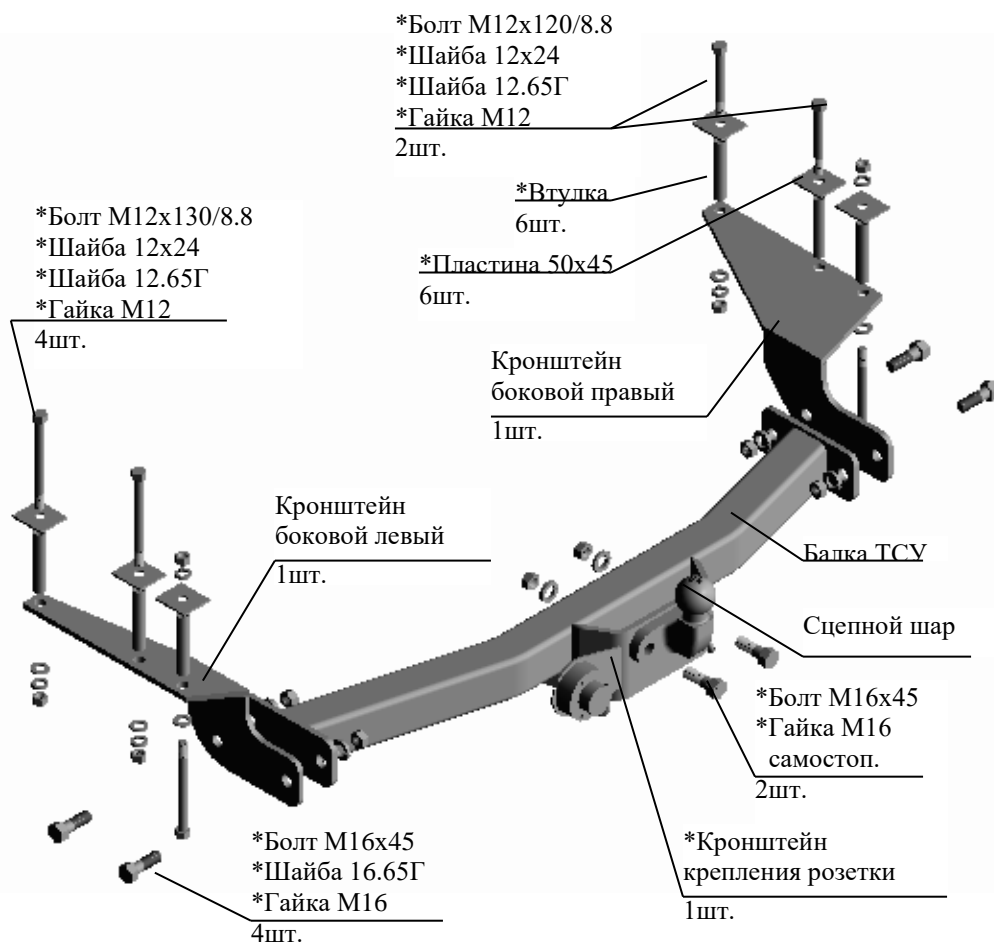

Рис.1 Тягово-сцепное устройство 7500.K2 (СЕ Рекстон)
2.1 ТСУ 7500.K2 в сборе (рис.1)	1 шт.
2.2 Пакет с комплектующими (см. рис.1)	1 шт.